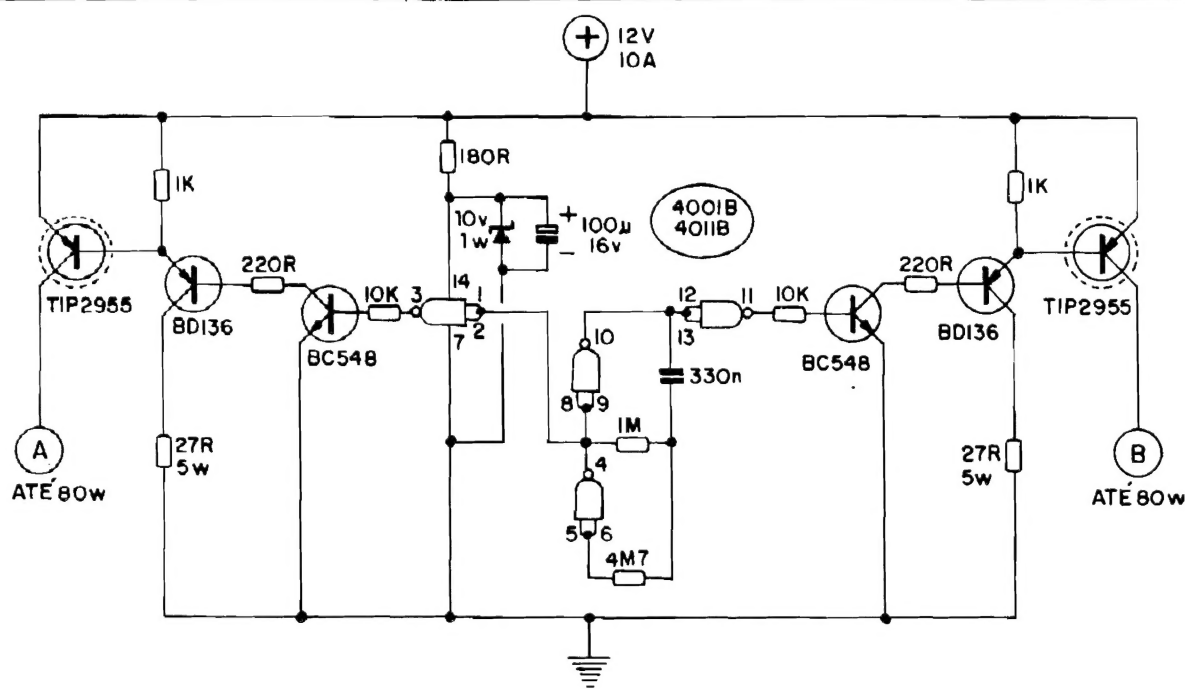

Fig.1
- **FIG. 1 - O CIRCUITO** - O diagrama esquemático enfatiza a "simetria" geral do circuito, compreensível já que o módulo aciona dois canais de idêntica função e Potência, de forma alternada... No centro do circuito (e também do desenho do esquema...) vemos o bloco de oscilação propriamente (**clock**), estruturado na forma de um simples ASTÁVEL com **gates** de Integrado C.MOS (no caso específico do circuito, tanto um 4001B quanto um 4011B podem ser usados, sem problemas...). A Frequência de oscilação é basicamente determinada pelos valores do capacitor de 330n e resistor de 1M... O segundo resistor acoplado à estrutura do ASTÁVEL (4M7) serve para tornar o conjunto razoavelmente independente da Tensão de alimentação (quanto à Frequência